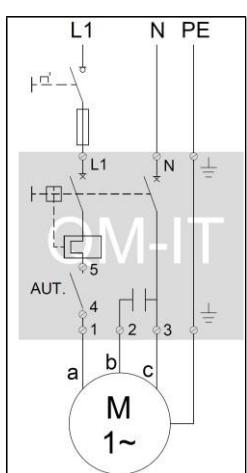
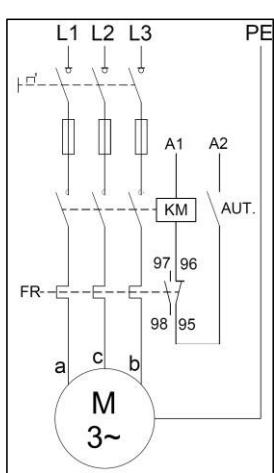

Fig.2
Fig.3
- Schließen Sie einphasige Pumpen wie in Abb.2, 3-phasige Pumpen wie in Abb.3 an.